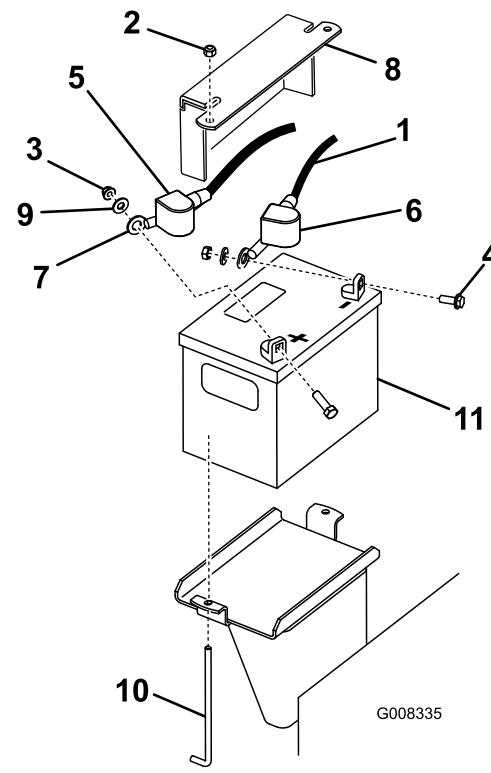

Bild 39
3. Nehmen Sie die Gummiabdeckung vom Minuskabel ab. Klemmen Sie zunächst das Minuskabel vom Minuspol (-) der Batterie ab (Bild 39).
4. Ziehen Sie die rote Polkappe vom (roten) Pluspol der Batterie ab. Ziehen Sie dann das (rote) Pluskabel ab (Bild 39).
5. Entfernen Sie die Befestigungsplatte, die J-Schrauben und die Sicherungsmuttern, mit denen die Batterie befestigt ist (Bild 39) und nehmen sie heraus.
1. Setzen Sie die Batterie in die Maschine (Bild 39).
3. Klemmen Sie zunächst das (rote) Pluskabel am Pluspol (+) der Batterie mit einer Mutter, Scheibe und Schraube an (Bild 39). Schieben Sie die Gummiabdeckung über den Batteriepol.
4. Klemmen Sie dann das Minuskabel und Erdkabel am Minuspol (-) der Batterie mit einer Mutter, Scheibe und Schraube an (Bild 39). Schieben Sie die Gummiabdeckung über den Batteriepol.